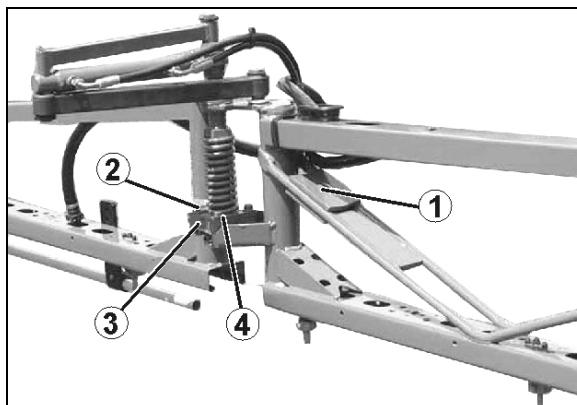

Bild 170
1. Lossa kontramuttern (Bild 170/1) Lossa kontramuttern.